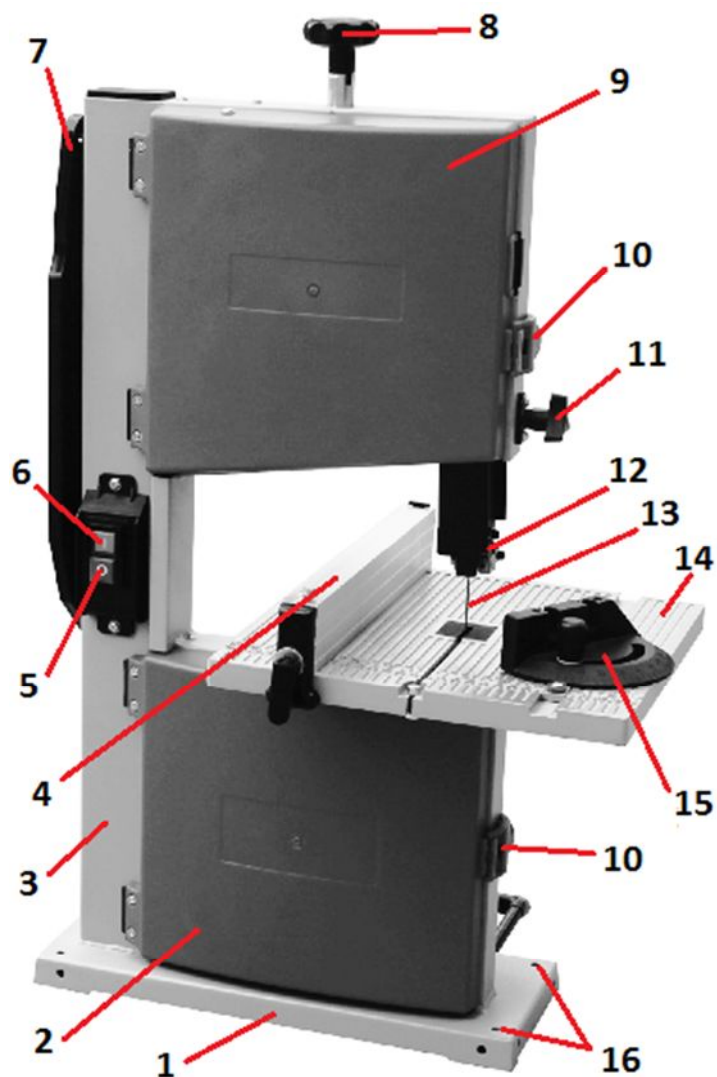
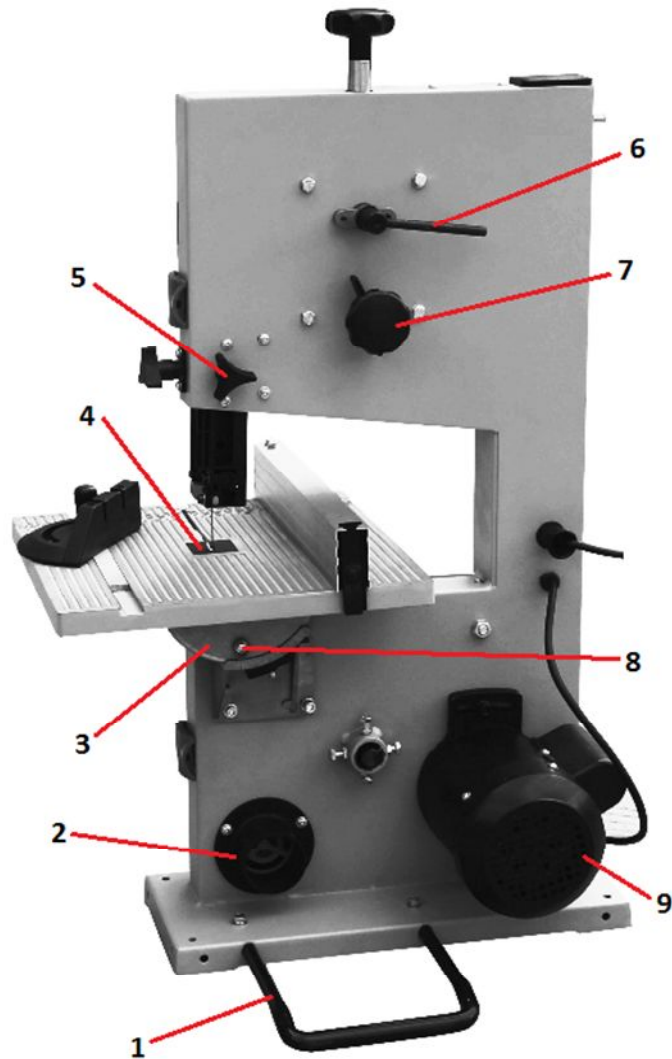

Рис. 2.1 Принципиальное устройство станка:
Рис. 2.2 Принципиальное устройство станка
Перед подсоединением станка к электрической сети переведите кнопку «выкл.» (поз. 5 рис. 2.1) в выключенное положение.
Включение станка выполняется переводом кнопки «вкл.» (поз. 6 рис. 2.1) в включённое положение. Выключение станка - переводом кнопки «выкл.» (поз. 5 рис. 2.1) в выключенное положение.
Станок поставляется в упаковке с ослабленным ленточным пильным полотном и снятыми столом (поз. 14 рис. 2.1), поворотным кронштейном (поз. 3 рис. 2.2), прямолинейным упором (поз. 4 рис. 2.1), угловым упором (поз. 15 рис. 2.1), опорным кронштейном (поз. 1 рис. 2.1), ручкой (поз. 8 рис. 2.1) натяжения ленточного пильного полотна.
Установите на станок и закрепите опорный кронштейн (поз. 1 рис. 2.2), поворотный кронштейн (поз. 3 рис. 2.2), стол (поз. 14 рис. 2.1).
- равномерное расстояние между плоскостями ленточного пильного полотна (поз. 13 рис. 2.2) и вставки (поз. 4 рис. 2.2) стола;
- перпендикулярность стола (поз. 14 рис. 2.1) по отношению к пильному полотну (поз. 13 рис. 2.1) – при этом указатель на поворотном кронштейне (поз. 3 рис. 2.2) должен находиться на против «0» масштабной линейки.
Установите на стол прямолинейный (поз. 4 рис. 2.1) и угловой (поз. 15 рис. 2.1) упор и ручку (поз. 8 рис. 2.1) натяжения ленточного пильного полотна. Выполните натяжение пильного полотна – рекомендуется чтобы после натяжения ленточного пильного полотна его прогиб в месте нажатия был в пределах 1-3 мм.
3. Подсоедините патрубков (поз. 2 рис. 2.2) станка к аспирационной системе.
4. Переведите кнопку «выкл.» (поз. 5 рис. 2.1) в выключенное положение.
7. Переведите кнопку «вкл.» (поз. 6 рис. 2.1) во включённое положение.
Регулировку прямолинейного (поз. 4 рис. 2.1) и углового (поз. 15 рис. 2.1) упоров, поворотным кронштейном (поз. 3 рис. 2.2) угла поворота стола (поз. 14 рис. 2.1), подвижной направляющей (поз. 12 рис. 2.1) выполняйте после отсоединения станка от электрической сети.
4. Переведите кнопку «вкл.» (поз. 6 рис. 2.1) во включённое положение.
6. Переведите кнопку «выкл.» (поз. 5 рис. 2.1) в выключенное положение.
- откройте дверцы ведущего (поз. 2 рис. 2.1) и ведомого (поз. 9 рис. 2.1) колёс;
- проверьте регулировку положения ленточного пыльного полотна на ведущем и ведомом колёсах. Проверните рукой ведомое колесо – ленточное пыльное полотно должно вращаться в центре колёс. При необходимости выполните регулировку - рукояткой (поз. 7 рис. 2.2) регулирования положения ленточного пыльного полотна на ведущем и ведомом колёсах;
- закройте дверцы ведущего (поз. 2 рис. 2.1) и ведомого (поз. 9 рис. 2.1) колёс.
- откройте дверцу (поз. 2 рис. 2.1) отсека ведущего колеса;